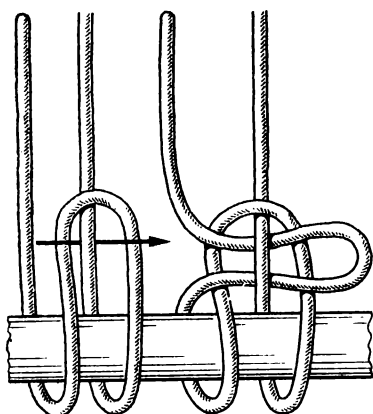

Рис. 103. Ведерный узел
**Ведерный узел** (рис. 103). Представьте себе, что альпинисту нужно спуститься по веревке с высоты вниз. Он идет один, и у него всегда одна веревка, которая ему еще потребуется. Что сделать, чтобы, спустившись с высоты, унести с собой веревку? Очень просто: веревку нужно закрепить ведерным узлом, спуститься по ее коренному концу и рывком за длинный ходовой конец развязать узел, завязанный наверху. С помощью этого «дистанционно развязываемого» узла можно опустить из окна дома, например, ведро с водой, поставить его на землю и снова поднять веревку наверх.